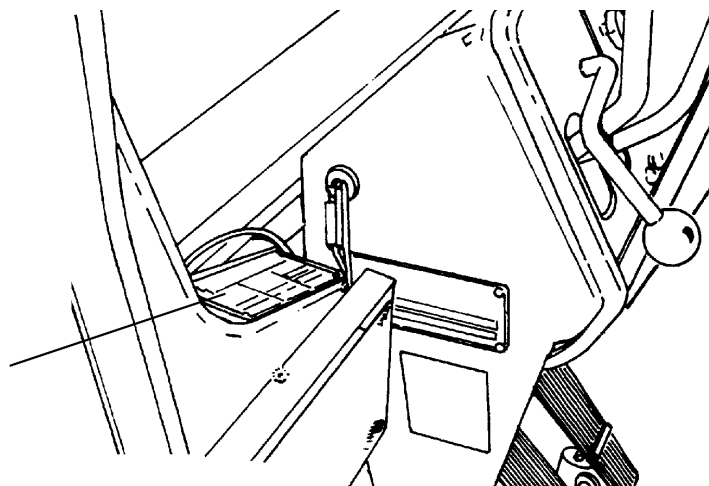

Рис. 1.5. Табличка с серийным номером кабины
3. Табличка с серийным номером кабины размещена внутри кабины и ее можно увидеть при открытой двери (Смотри Рис. 1.5).